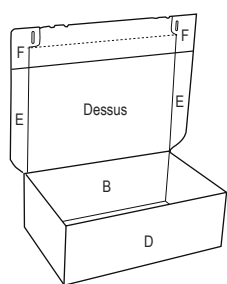

Figure 5
5. Pliez vers l'intérieur les rabats latéraux gauche et droit (E) du dessus de la boîte. (Voir Figure 5)